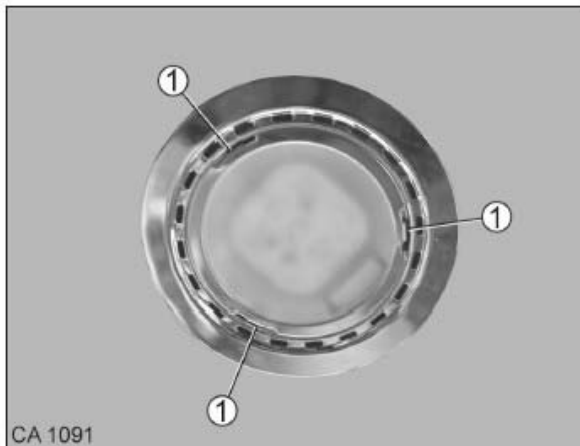

Fig. 167 Spot LED encastré
1. Pour enlever le recouvrement : placer un tournevis aux 3 clips (Fig. 167/1) et soulever le recouvrement.